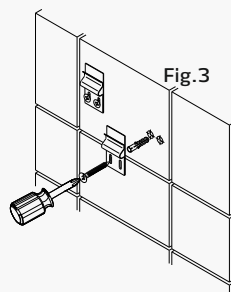

Fig.3
- Percer avec une mèche de 8mm (Fig. 3) et serrer les supports au mur avec les vis de fixation (fig. 4).